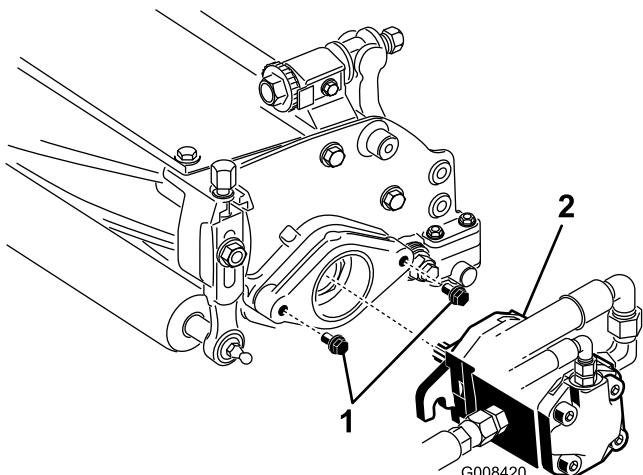

**Figura 10**
3. Deslice hacia atrás el manguito de cada casquillo receptor de la articulación esférica y enganche el receptor sobre el espárrago con bola de la unidad de corte (Figura 10).